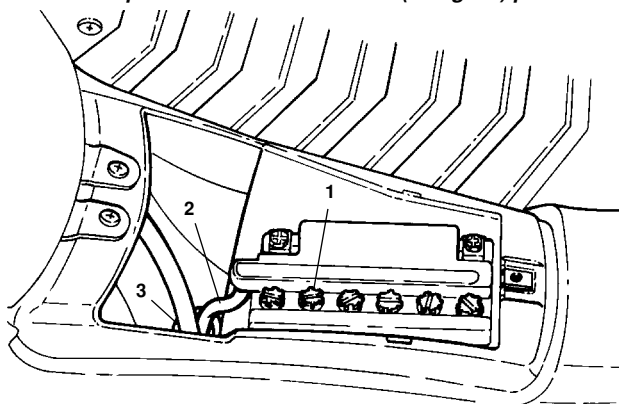

Fig. 35
- Per accedere alla batteria, occorre rimuovere il coperchio dell'apposito vano posto nella parte centrale del veicolo, sopra la pedana (Fig. 35). Per effettuare l'operazione di controllo del livello dell'elettrolita, è necessario estrarre la batteria dal suo alloggiamento.
- Se il livello risulta inferiore al limite minimo, svitare i tappi (1 - Fig. 35) ed aggiungere acqua distillata.
- Nel riposizionare la batteria, verificare che il tubo di sfiato (2 - Fig. 35) sia collegato alla batteria e che non presenti pieghe, strozzature od otturazioni.
- To reach the battery remove the cover in the centre of the footboards (Fig. 35). Remove the battery from its place to check the liquid level.
- Add liquid (only distilled water) if the level is low, by removing the screws (1 - Fig. 35).
- Pay particular attention to the battery breathe tube (2 - Fig. 35) when the battery is replaced: it must be in good condition and free to breathe.